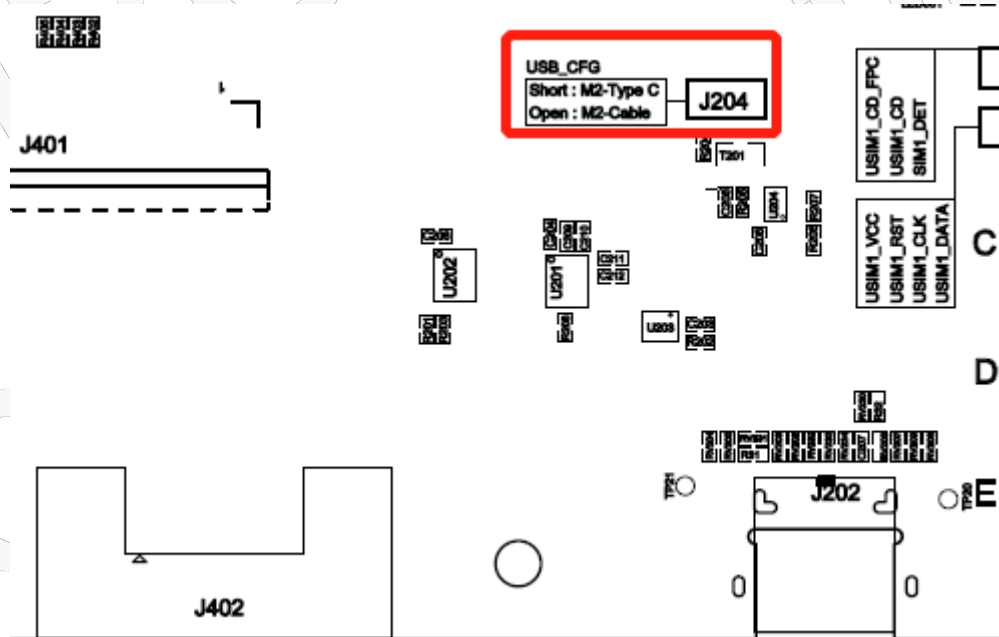

图 5-3 J204 跳线配置
- B、需要将跳线-J204 通过跳线帽短接，使模块 M.2 接口上的 USB 接到开发板下端的 Type-C 连接器。参见上文的“2-6 USB_CFG 跳线配置”章节。跳线-J204 的位置如图 5-3 所示：